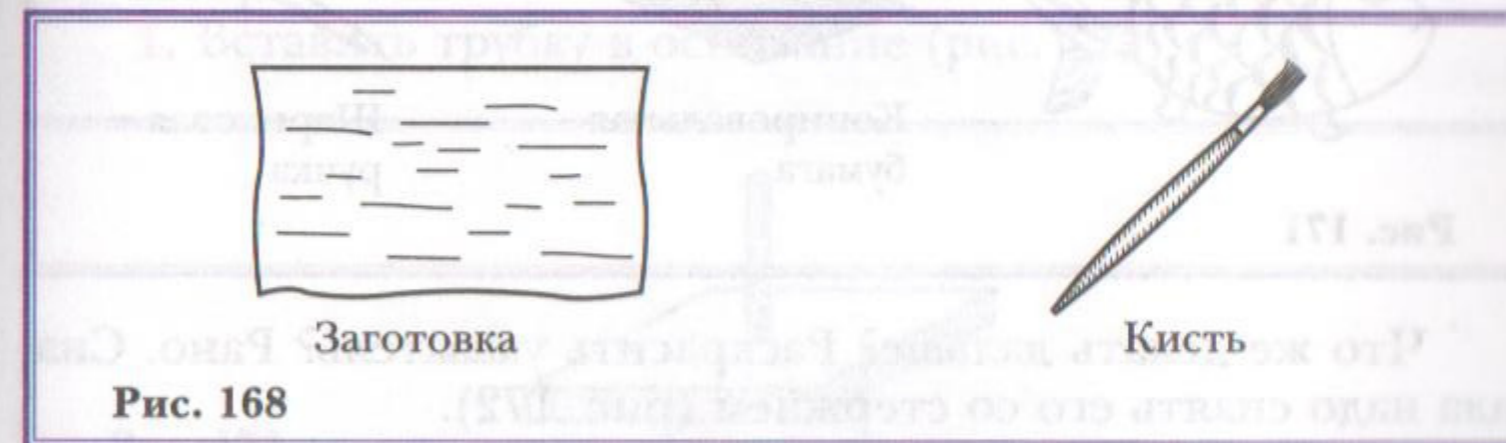

Рис. 168
3. Окрасить жести с двух сторон тонким слоем белой гуаши с добавлением клея. Дать просохнуть с обеих сторон (рис. 168).